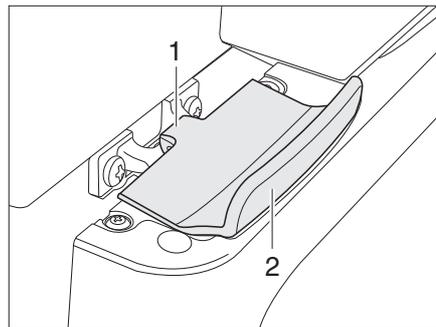

Fig. 342 Bloccaggio della porta del frigorifero, chiuso (Thetford)
*Apertura:* ■ Aprire la porta del frigorifero tirando la maniglia (Fig. 342,2). Il bloccaggio (Fig. 342,1) si sblocca automaticamente.